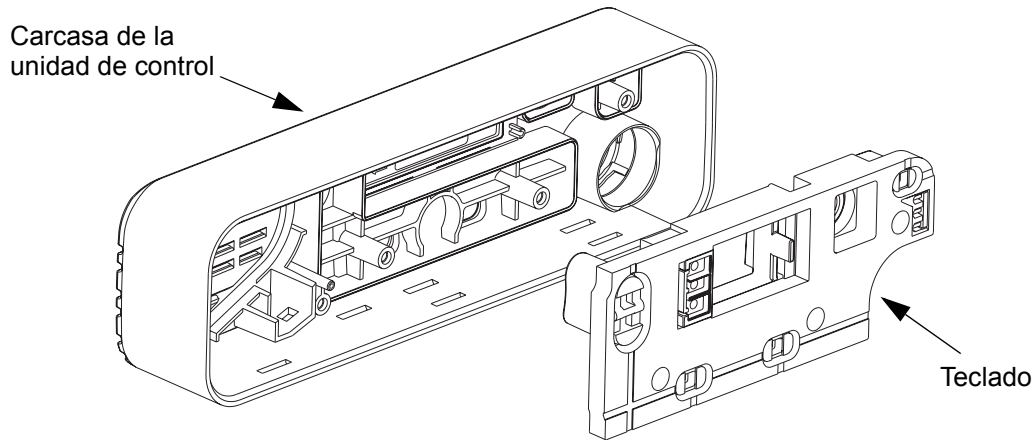

Figura 5-31 Conjunto del teclado
2. Monte el teclado en la carcasa de la unidad de control; asegúrese de alinear las teclas con las aberturas correspondientes de la carcasa de la unidad de control. Consulte la Figura 5-31.